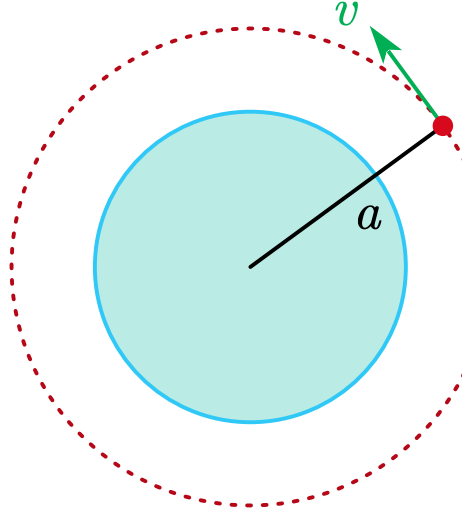

图 6 入轨条件
正号排除了同样满足速度大小与正交条件的逆行圆轨道。速度在惯性系中度量，与式 (2) 的惯性初速一致。图 6 给出入轨条件几何关系。